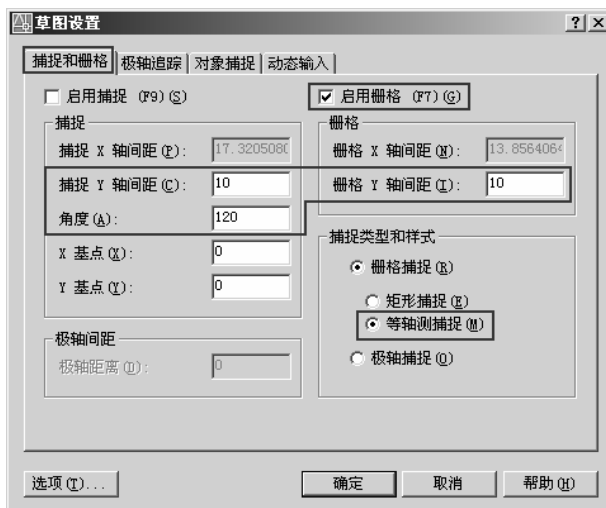

图 7-5 设置正等轴测环境
(1) 运行 AutoCAD, 新建一个 Dwg 文件。
(2) 设置相关的正等轴测投影参数, 单击“工具\草图设置”菜单命令, 系统弹出“草图设置”对话框, 如图 7-5 所示, 在该对话框的“捕捉和栅格”选项卡中选择“启用栅格”复选项和“等轴测捕捉”单选项, 然后设置具体参数如下: